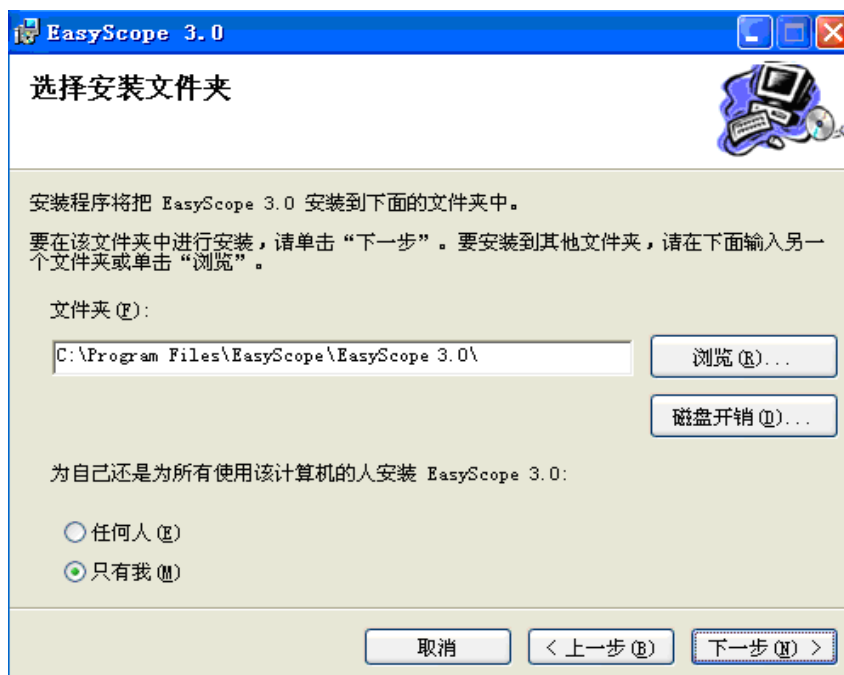

图 1-3
- 单击“下一步”，弹出安装路径对话框（如图 1-3），选择默认路径或单击“浏览”选择新的路径。